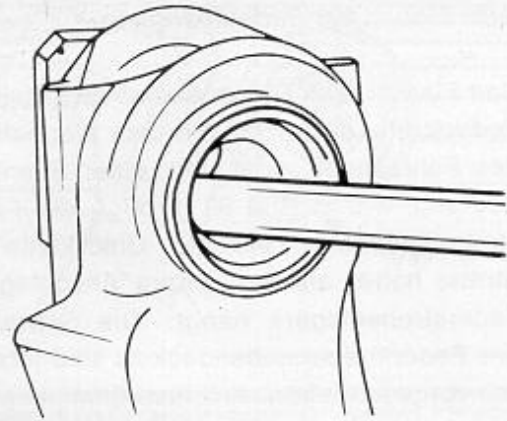

Bild 101
- Öldichtringe aus beiden Seiten der Nabe mit einem Reifenheber herausdrücken (Bild 101) und den Sprengring des inneren Lagers entfernen. Käfig herausnehmen.